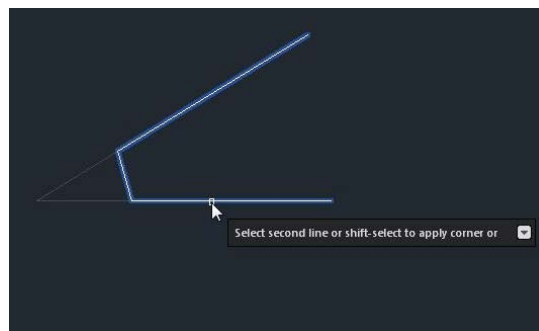

Рис. 5 Предпросмотр команд
1. Предпросмотр результатов команд – теперь можно просматривать изменения уже в процессе работы команды. Новые команды, которые стали поддерживать эту возможность: «обрезка» (trim), «удлинение» (extend) и «копирование свойств» (match properties). (Рис. 5)